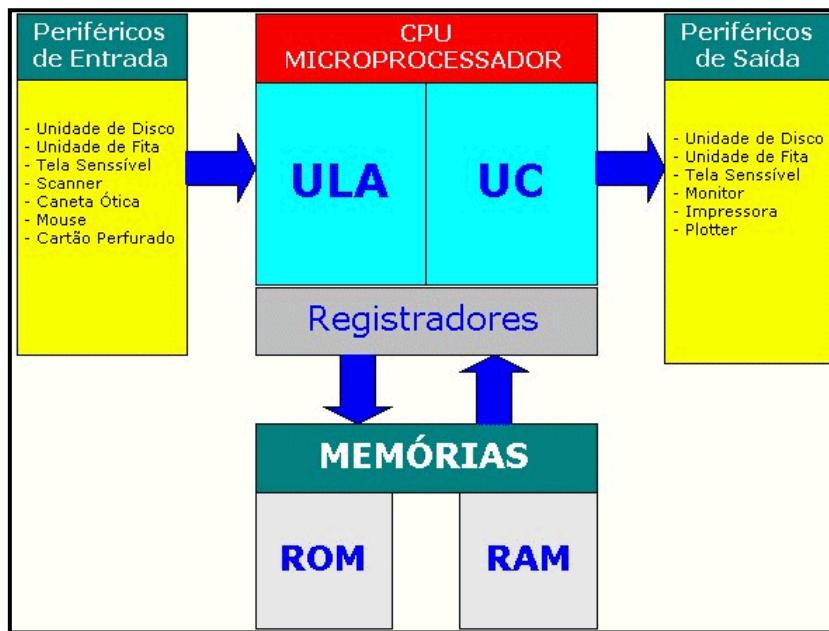

Figura 1.9 - Elementos Internos de um Microprocessador Básico.
Por mais diferentes que possam parecer os diversos exemplos de sistemas microprocessados, todos eles são compostos basicamente por uma **CPU**, um conjunto de **Memórias**, Portas de **Entrada/Saída** (onde são conectados os periféricos) e **Barramentos** (Figura 1.9).
A **CPU** (*Central Processing Unit* em inglês, ou **Unidade Central de Processamento**), também conhecida como **processador** ou ainda **microprocessador**, que processa as instruções contidas no *programa*. Na maioria das CPUs, essa tarefa é dividida entre a **unidade de controle (UC)** que dirige o fluxo do programa e uma ou mais **unidades lógicas e aritméticas (ULA)** que executam operações de acordo com as instruções recebidas pelo programa. (Figura 1.9)
É por meio destas portas que o processador interage com o meio exterior. É onde estão conectados os **Periféricos** dos sistemas microprocessados (figura 1.9). São exemplos de periféricos: impressoras, mouses, sensores, teclados, displays de LCD, etc.